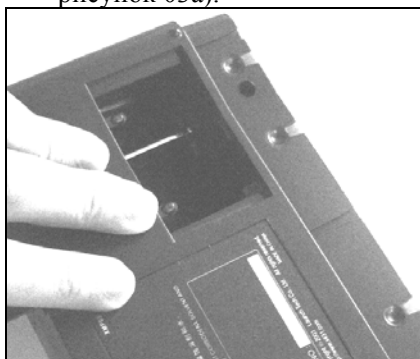

Рисунок 03a.
- Откройте крышку бумаги в задней части принтера (см. рисунок 03a).